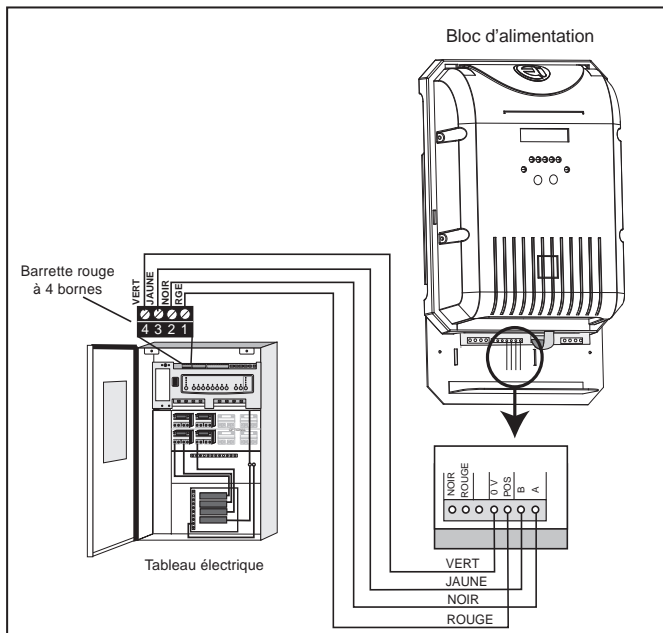

Figure 20. Raccordement de communication entre le bloc d'alimentation et le système de commande AquaLink RS ou le réseau PDA.
7. L'AquaLink RS ou PDA et le bloc d'alimentation utilisent une connexion à quatre (4) fils pour communiquer et peuvent être reliés en étant éloignés jusqu'à un maximum de 500 pi de distance. Tout câble à quatre conducteurs prévu pour l'utilisation à l'extérieur, de calibre minimal de 0,33 mm² (calibre 22), peut être utilisé. Repérer les bornes à vis sur la carte de circuit imprimé et relier le bloc d'alimentation au AquaLink RS ou à la barrette à bornes rouge à 4 broches du PDA (voir Figure 20).